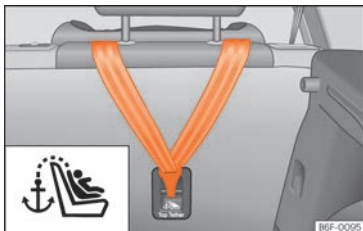

Fig. 39 Part posterior dels seients del darrere: argolles de subjecció per al cinturó Top Tether.
Les cadiretes infantils amb sistema Top Tether incorporen una corretja addicional per subjectar-la a un punt d'ancoratge al vehicle. Aquest punt d'ancoratge es troba a la part posterior del respaldill del seient del darrere (identificat amb el símbol ) i proporciona una major retenció »» fig. 39.
- Feu lliscar la corretja i fixe-la correctament amb l'ancoratge de la part posterior del respaldill »» fig. 39.